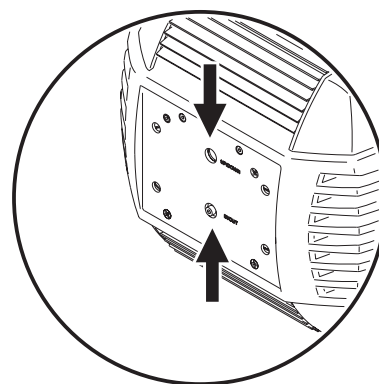

Figure 5: Vis d'alignement de la lampe
- Centrez le point chaud verticalement avec la vis Allen située au centre du panneau d'accès à la lampe (voir Figure 5). Si le point chaud est important, tournez la vis d'alignement du bas dans le sens antihoraire pour uniformiser le faisceau. Si le faisceau est plus fort au bord qu'au centre, ou si l'intensité vous paraît faible, tournez la vis du bas dans le sens horaire jusqu'à ce que l'uniformité soit optimale.